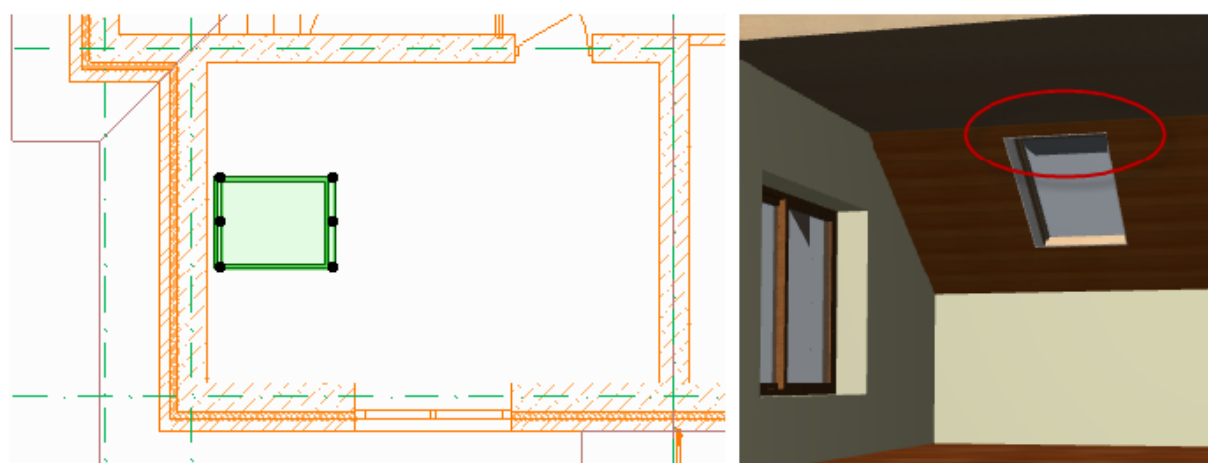

Рис. 8.25
*Мансардные окна.* Вставьте в крышу мансардные окна для увеличения освещения помещений мансардного этажа. Выберите в каталоге библиотеки одно из мансардных или фонарных окон. Размеры окна задайте **900 × 1500 мм**. Вертикальный уровень следует отрегулировать после вставки окна. Подключите в фоновом режиме план 2-го этажа. Вставьте в одно из помещений мансардное окно посередине между стенами (рис. 8.25, слева). Проверьте в 3D-окне положение окна относительно чердачного перекрытия (окно должно быть ниже перекрытия, см. рис. 8.25, справа).